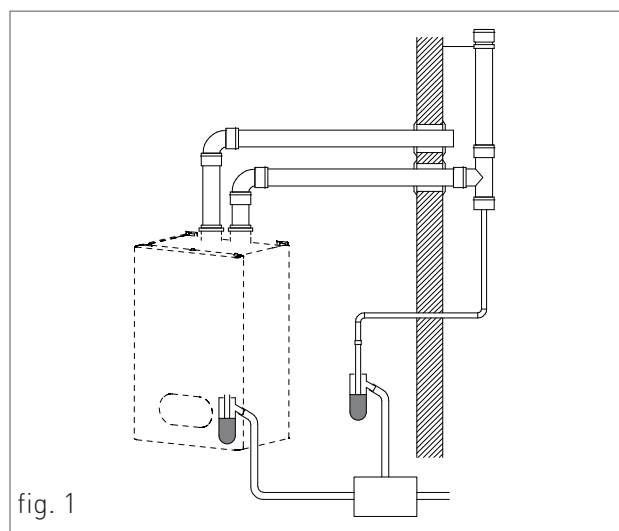

fig. 1
- > Nel caso di installazione di condotto fumi verticale, inserire un sifone raccogli condensa alla base del condotto collegato alla rete fognaria dell'abitazione (fig. 1).